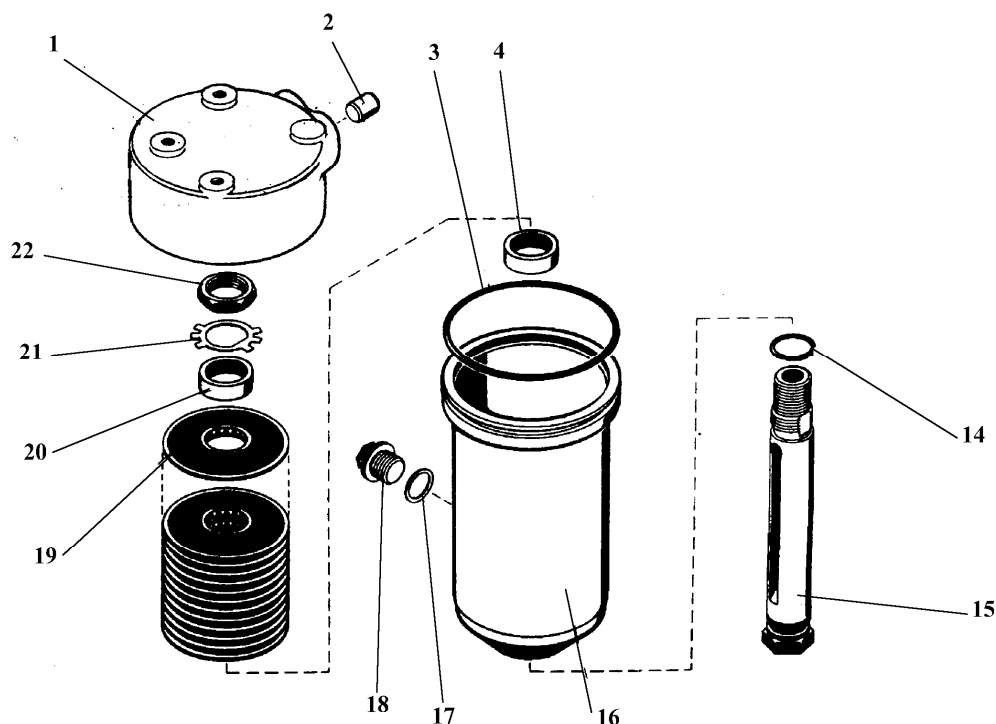

Рис. 34 Фильтр коробки передач с напорным клапаном
- а) отвернуть пробку 18 (рис. 34) фильтра и слить масло;